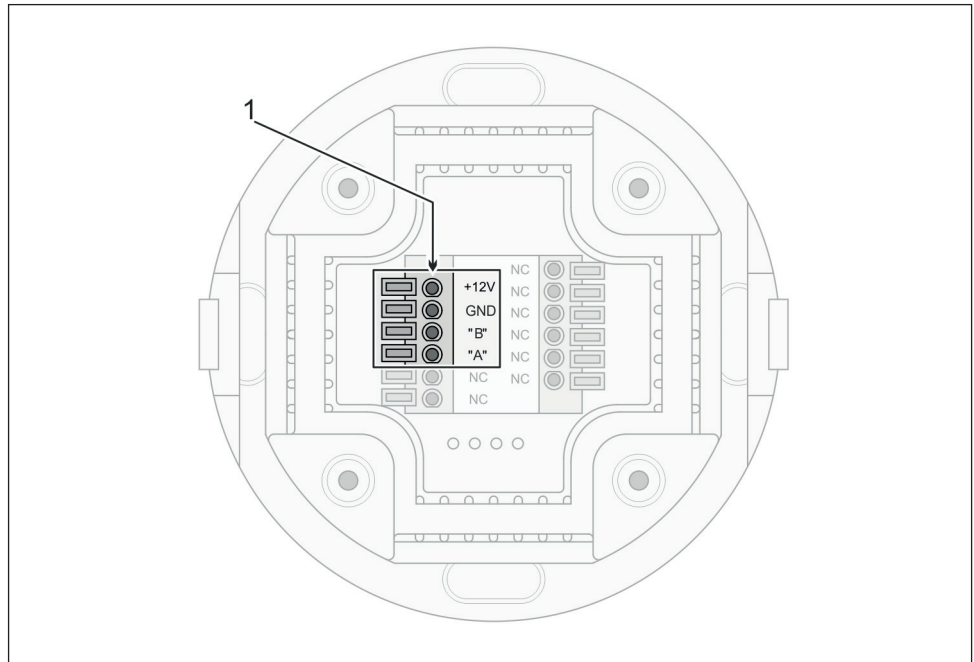

Fig. 13: Collegamenti sul lato posteriore del lettore WRU 200
3. Collegare cavi di connessione ai morsetti del lettore (Fig. 13/1).